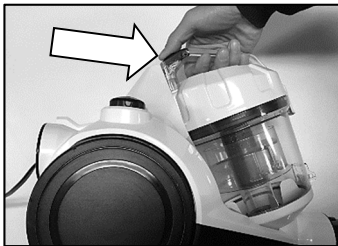

Fig8
1. Siç tregohet në Fig.8, mbajeni hapsirën e pluhurit dhe mbajeni dhe shtypni butonin e lëshimit.